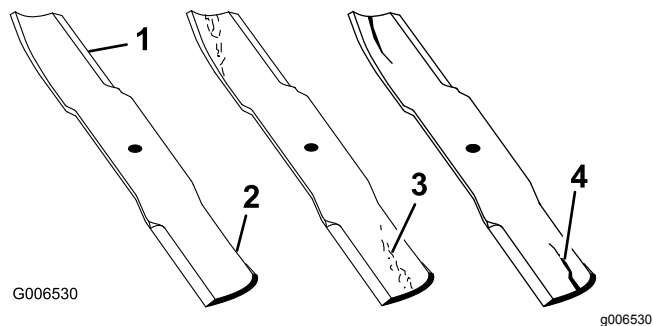

Bild 89
1. Untersuchen Sie die Schnittkanten (Bild 89).
4. Wenn Sie Risse, Verschleiß oder Rillenbildung in diesem Bereich feststellen, sollten Sie sofort ein neues Schnittmesser einbauen (Bild 89).